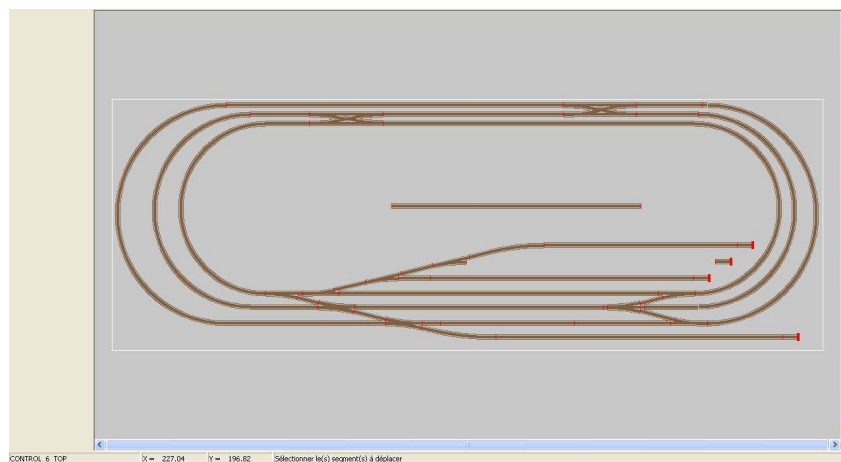

Figure MOVE-4: Après "clic" de positionnement final.
- Cliquer une troisième et dernière fois sur l'emplacement de la nouvelle position souhaitée pour ce port de référence: l'élément se redessine à sa nouvelle position: voir figure MOVE-4.